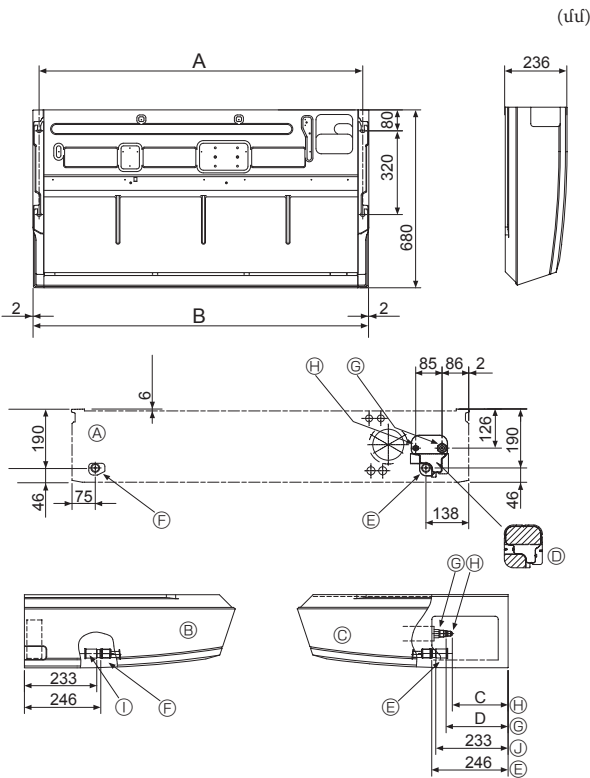

Fig. 3-2
①	Տափօղակ	4 հատ
②	Խողովակի կափարիչ	1 հատ Մեծ չափի (գազի խողովակի համար)
③	Խողովակի կափարիչ	1 հատ Փոքր չափի (հեղուկի խողովակի համար)
④	Ժապավեն	4 հատ
⑤	Համատեղ բնիկ	1 հատ «UNIT» (ԲԼՈՎ) նշագրումով
⑥	Բնիկի կափարիչ	1 հատ
⑦	Դրենաժի խողովակի կափարիչ	1 հատ
⑧	Փողալայնուկի մանեկ	1 հատ $\varnothing 6,35$ (M60 միայն)
3.2. Տեղադրման նախապատրաստում (Fig. 3-2)